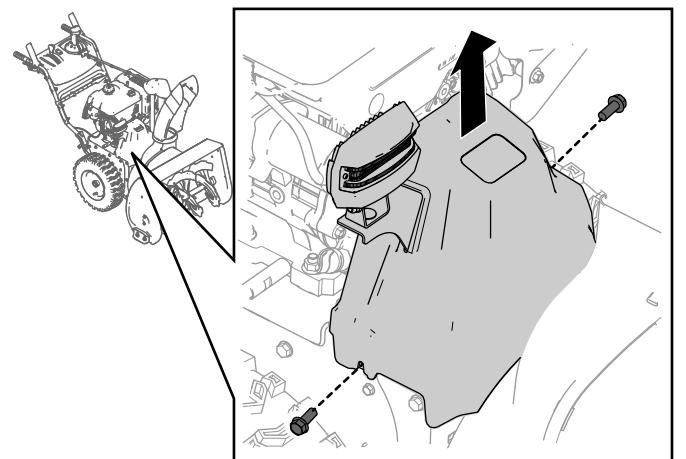

Рисунок 27
1. Отверните 2 винта крепления крышки ремня (Рисунок 27) на месте.
2. Снимите крышку ремня (Рисунок 27).